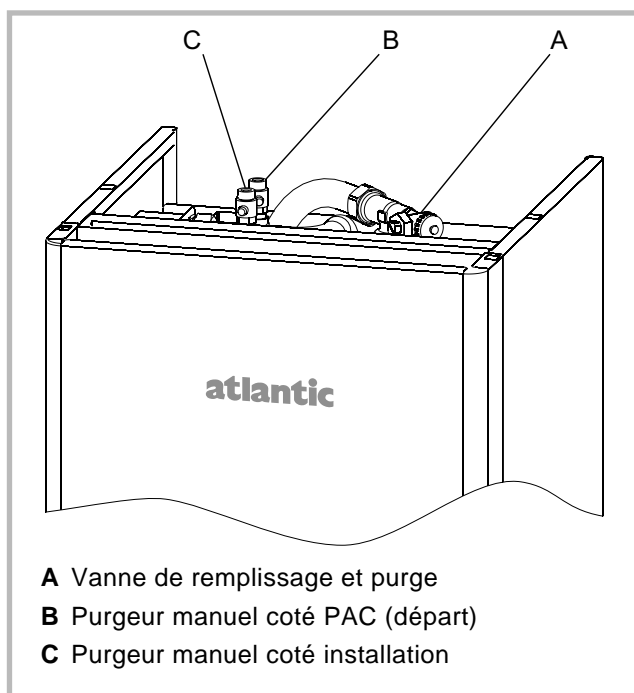

Figure 8 - Purgeurs
- Ouvrir le purgeur côté PAC (rep. B, fig. 8).
- Raccorder un flexible sur le robinet (rep. A, fig. 8).
- Purger une dernière fois avec le robinet de purge (rep. A, fig. 8)